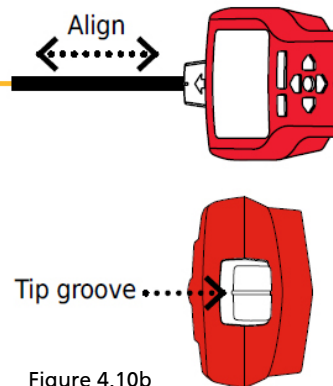

Figure 4.10b
5. Positionnement du récepteur : Pour de meilleurs résultats, alignez la rainure sur le capteur de pointe avec la direction du fil comme indiqué. Le signal peut être perdu si elle n'est pas alignée correctement. (voir figure 4.10b)